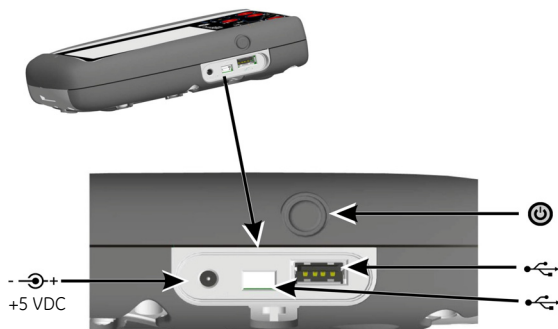

Fig. 2, set fra siden
1. Tilslut DC-strømforsyningen/batteriopladeren til +5 VDC-tilslutningen på siden af enheden (ref: fig. 2, set fra siden).
2. Batteriet kan også oplades ved hjælp af USB-forbindelserne (ref: fig. 2, set fra siden).
Fra OFF – tryk på afbryderknappen (ref: fig. 2, set fra siden), indtil betjeningspanelet vises.